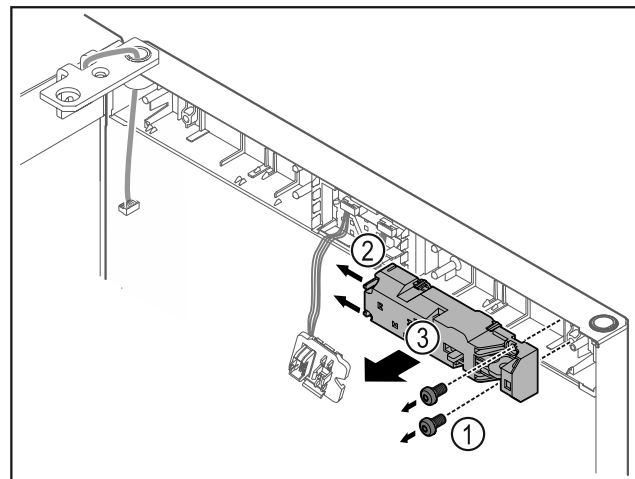

Fig. 10
- ▶ 移除螺栓 Fig. 10 (1)。
- ▶ 将锁片 Fig. 10 (2) 按向一侧并取下遥控锁 Fig. 10 (3)。